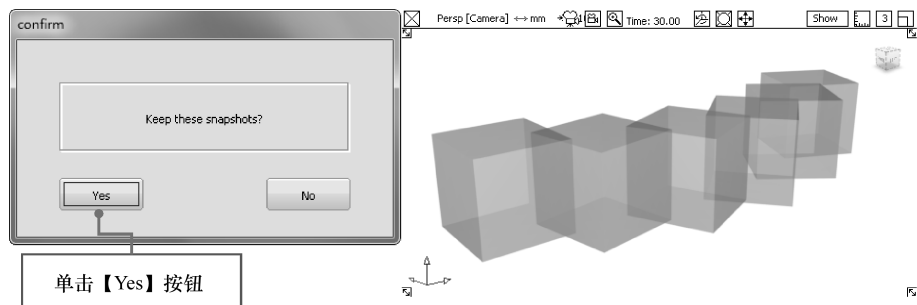

图 7-57 沿动画创建副本
- 08 单击对话框下方的【Go】按钮，应用【Anim Sweep】工具沿运动路径创建出几个立方体。单击弹出的对话框中的【Yes】按钮，确认保存创建的立方体，如图 7-57 所示。